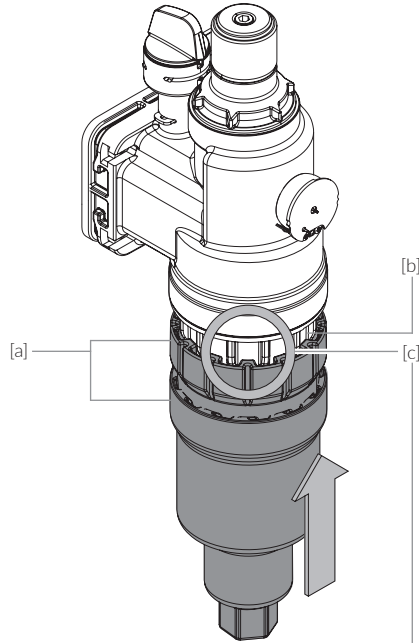
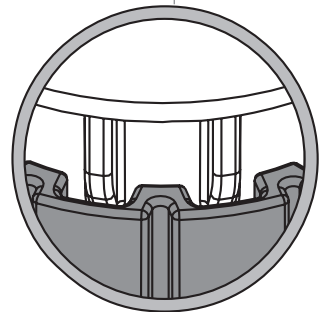

Fig. 9.14
Fig. 9.15
- / Fig. 9.14 / Fig. 9.15 : Écrou de maintenance CONEL pour coupelle filtrante DN20-32 [a] à placer sur la coupelle filtrante [b] de manière à ce que les contours nervurés des deux éléments s'emboîtent [c]